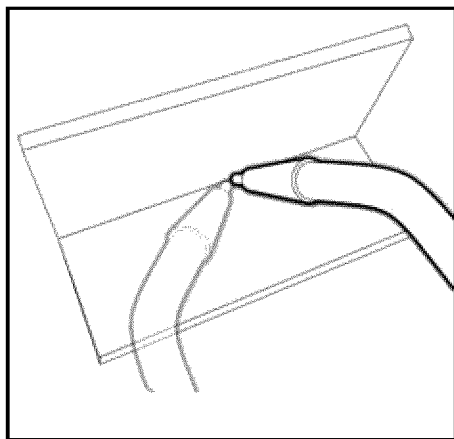

Fig. 7b
2. El ángulo B (Fig. 7b) es el ángulo formado por el soplete en relación con la dirección de desplazamiento. Variar este ángulo puede ayudar al operador a ver el arco y la posición del cordón de soldadura. Además, aumenta o reduce la penetración. Rotar la punta de contacto y la boquilla en la dirección de su recorrido ayuda a reducir la penetración al desviar la fuerza del arco. Rotar la punta de contacto y la boquilla en la dirección opuesta a la de su recorrido aumenta la penetración al dirigir la fuerza del arco al baño de fusión de la soldadura.